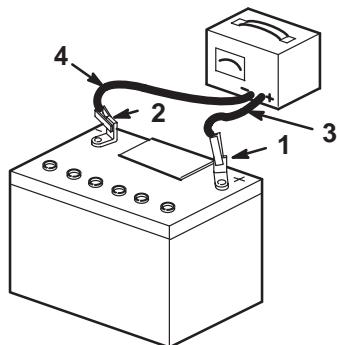

Figure 25
4. Quand la batterie est chargée au maximum, débranchez le chargeur de la prise, puis débranchez les fils du chargeur des bornes de la batterie (Fig. 25).